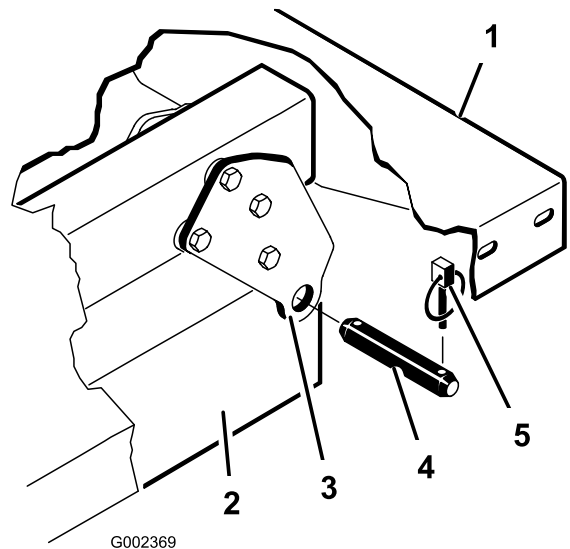

Figura 41
**Nota:** Asegúrese de que las placas de giro traseras están atornilladas al perfil del bastidor de la plataforma con el extremo inferior inclinado hacia atrás (Figura 41).